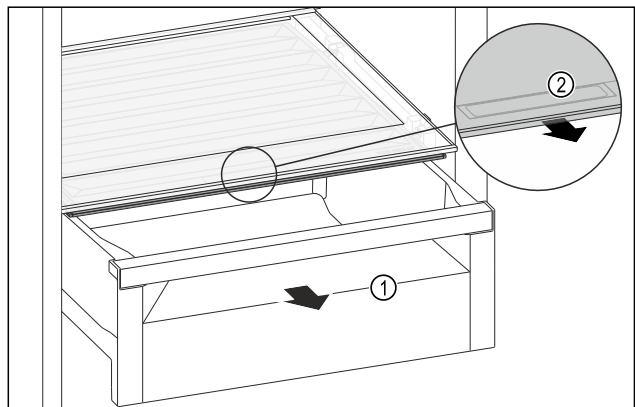

Fig. 137
- ▶ Изтеглете чекмеджето *Fig. 137 (1)*.
- ▶ Хванете вдлъбнатия захват *Fig. 137 (2)* на капака на отделението и едновременно с това издърпайте напред капака на отделението.